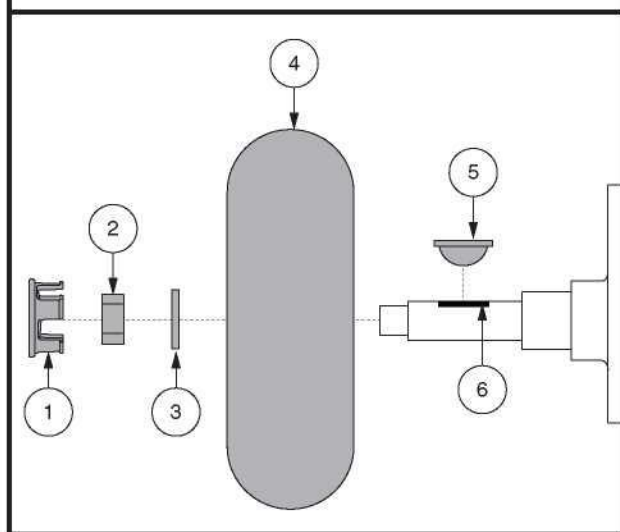

Figure 29. Enlèvement de la roue motrice
3. Enlever le bouchon de roue, l'écrou et la rondelle de roue motrice sur l'essieu. **Voir la figure 29.**
4. Retirer les écrous de la roue motrice de le moyeu. **Voir la figure 29.**